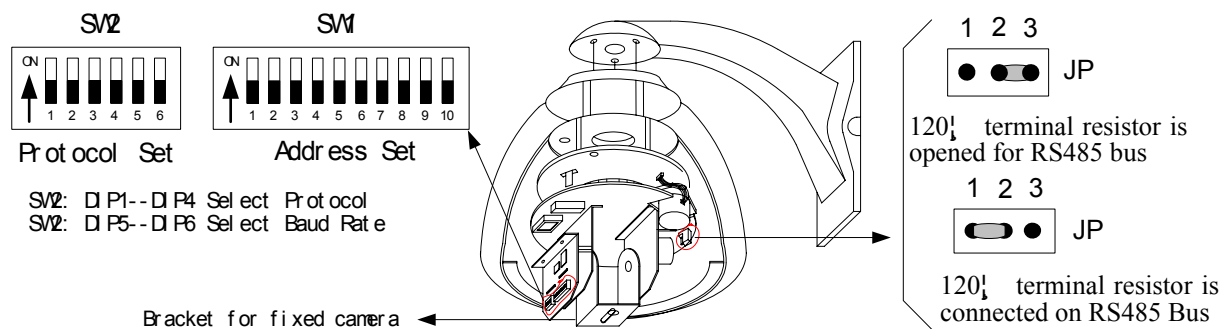

Figure 2
2. **Ustawienie przełączników.** Jak pokazano na rys. 2, SW1 jest używany do adresu urządzenia (od 1 do 1023). Bity od DIP-10 do DIP-1 reprezentują liczby w zakodowane w systemie binarnym. Stan ON oznacza 1 binarną a OFF binarne 0.